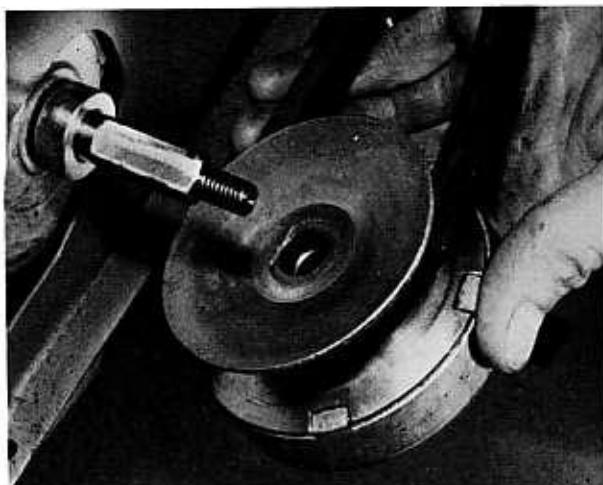

Bild 13
- Die Mutter in der Mitte der Zentrifugalkupplung (Eingangmodelle) bzw. des Fliehkraftreglers am linken Kurbelwellenstumpf lockern. Der Motor wird durch Einführen eines Schraubendrehers durch den Rahmen zwischen zwei Lüfterflügel blockiert. Nach dem Abschrauben der Mutter können Kupplung bzw. Zentrifugalregler und Keilriemen sowie die Distanzbüchse (falls vorhanden) ausgebaut werden (Bild 13).